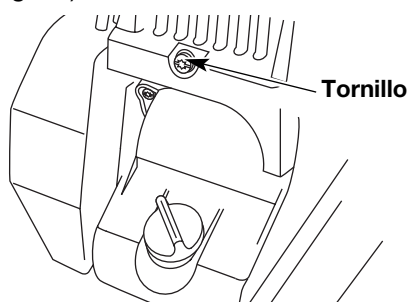

Figure 38
3. Saque el tornillo que está detrás de la cubierta del motor (Fig. 38).